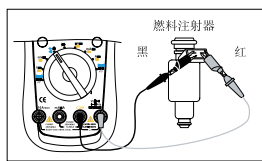

图 21
- ② 当汽车在缺燃料和多燃料运行时,仪表分度角DWELL显示应在: 10° ~ 50° 之间化。
- 燃料注射器的电阻测试:(见图21)